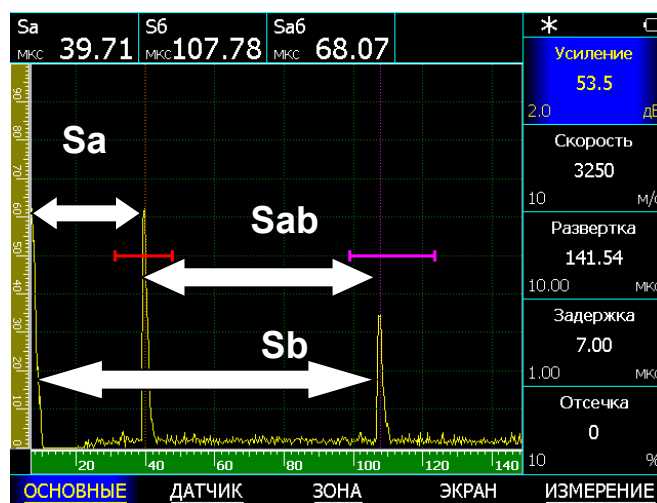

Рис. 3-11 Измерение времени прохождения сигнала в призме по образцу СО-3
Картинка на экране дефектоскопа будет аналогичной показанной на рис. 3-11
4. Сигнал вновь проходит через призму и регистрируется прибором. Этот сигнал изображен на рис. 3.11 через расстояние S_a .
7. Пришедшие колебания отображены на рис.3-11 на расстоянии S_b .